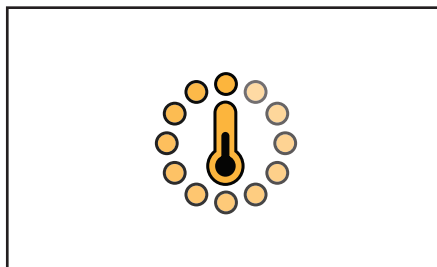

図4.12- 加熱アイコン
3. 加熱アイコン (アニメーション温度計) がタッチスクリーン上に表示されます (図 4.12)。